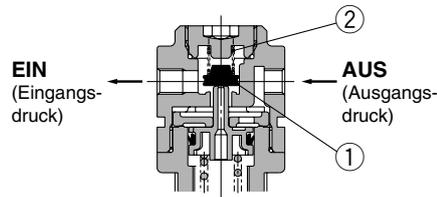

Abb. 2
Wird der Eingangsdruck ausgeschaltet und abgelassen, geht jeder Eingangsdruck zum Ventil ① verloren. Die Andruckkraft für Ventil ① wird ausschließlich über die Ventillfeder ② erzeugt. Wenn das Ventil ① durch die Ausgangskraft geöffnet wird, wird der Ausgangsdruck auf der Eingangsseite abgelassen. (Abb. 2)